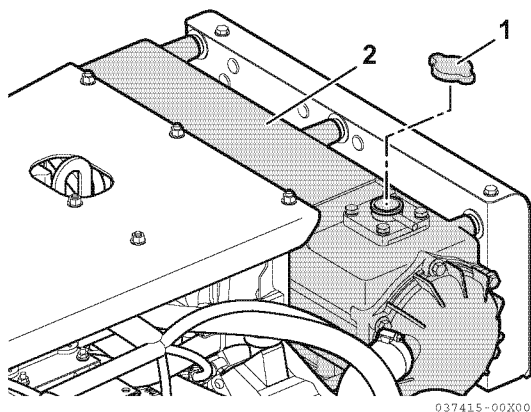

Figure 6
2. Desserrez le bouchon de remplissage (1, **Figure 6**) du réservoir de liquide de refroidissement pour évacuer la pression, ensuite enlevez le bouchon de remplissage.
3. Versez le liquide de refroidissement lentement dans le réservoir (2, **Figure 6**) pour éviter les bulles d'air. Remplissez jusqu'à ce que le liquide de refroidissement déborde du port de remplissage.